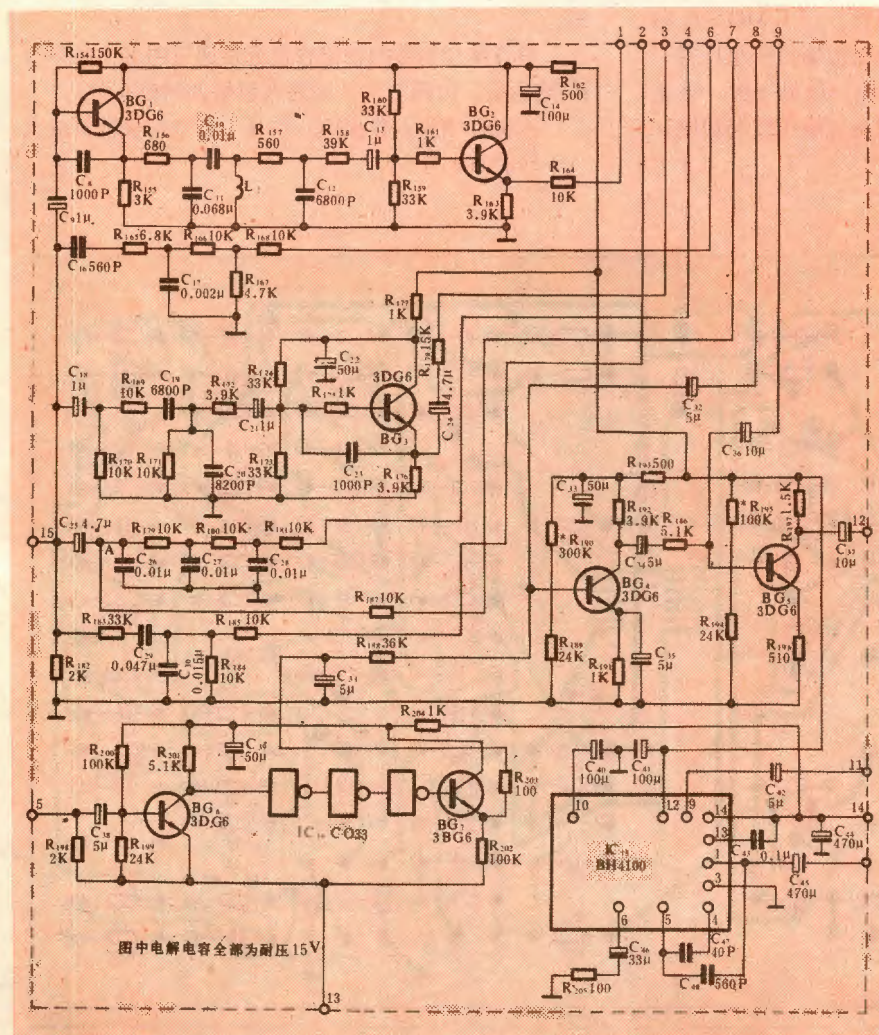
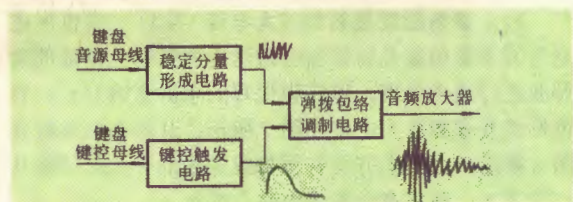
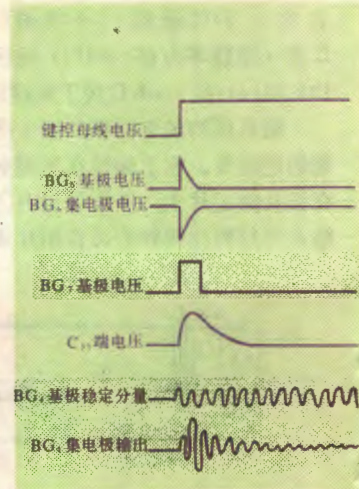
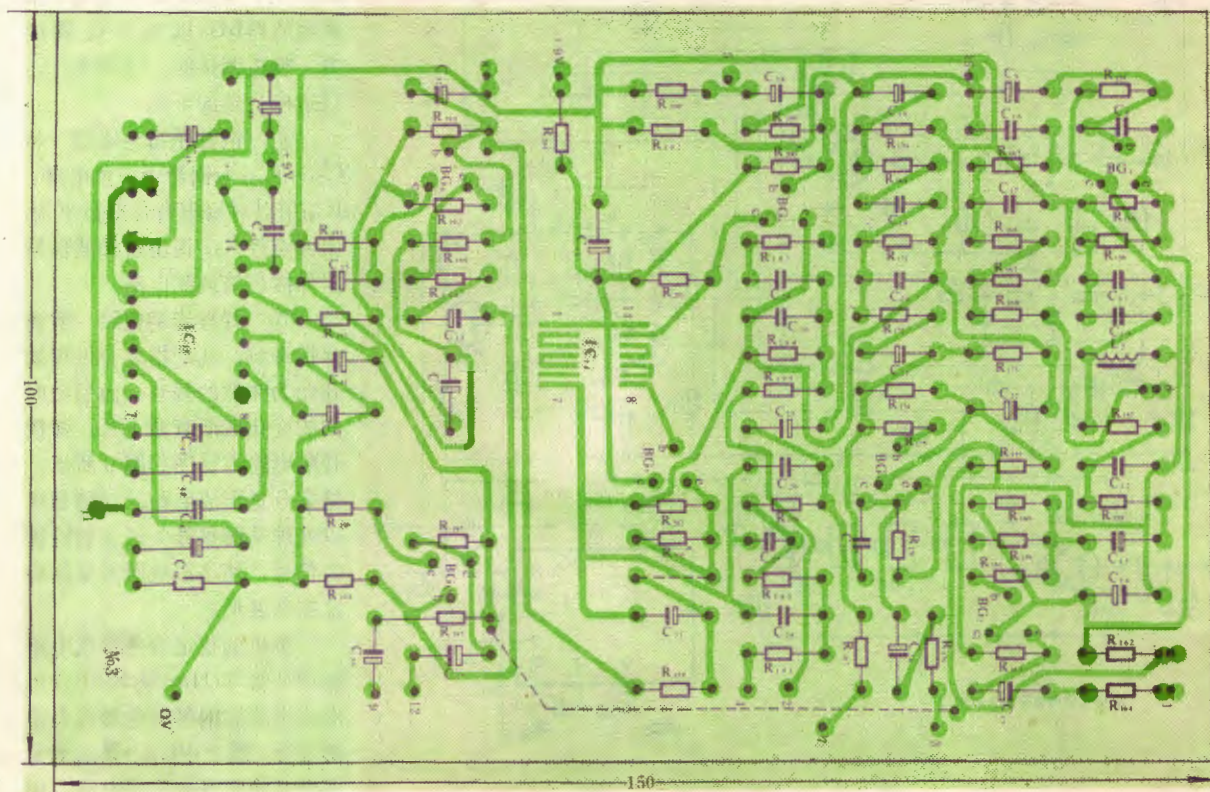

图7 音色形成及音频放大电路(N \circ 3)
图9 弹拨音响形成电路方框图
图10 弹拨音响形成电路各点波形
图8 N-3印制电路板(M1:1)
3. 音色形成及音频放大电路(N \circ 3) 音色形成电路的主要功能是将键盘电路送出的无音色特征的阶梯波进行适当处理,以获得悦耳的乐器音响波形。音色形成及音频放大电路如图7所示,其印制电路板如图8所示。由键盘开关音源母线送来的合成阶梯波从15端送入。现将音色形成电路介绍如下:
① 黑管音色电路 由两级射随器BG₁及BG₂构成黑管音色电路。BG₁使音源母线负载与滤波器输入阻抗相匹配, BG₂用以提高滤波器的带负载能力。L₂可用200mw袖珍式收音机的输出变压器原边绕组。R₁₆₄是强度平衡用的衰减电阻,在整机总调时按实际情况适当调整。
② 中音提琴音色电路 从R₁₈₃→R₁₈₅之间的滤波网络构成中音提琴音色电路。整机调试时,可调R₁₈₅以适应音量的平衡。
③ 弦乐音色电路 从C₁₈→R₁₇₈为弦乐音色电路。采用射随器BG₃以提高负载能力。整机调试时,可调R₁₇₈,以适应音量的平衡。
④ 铜管乐音色电路 从C₂₅→R₁₈₁为铜管乐音色电路。R₁₈₁用以对输出音强进行平衡。由A点经R₁₈₇送出阶梯波信号至弹拨包络调制电路。
⑤ 弹拨音响电路 所谓弹拨音响,就是指发音过程的开始为突然的强音,而后随着时间的变化渐渐衰减下来。弹拨音响电路方框图如图9所示。稳定分量形成电路的功能是用以处理从键盘开关送来的阶梯波信号,使之形成所需要的稳定振荡波形。
本机的稳定音色形成电路包括羽管琴(Harpsichord)音色形成电路和钢琴音色形成电路两部分。图7中C₁₆→R₁₆₈间为羽管琴稳定音色形成电路,由C₁₆和R₁₆₅构成的微分电路,从
图7中 $R_{198} \rightarrow R_{188}$ 的一段电路为弹拨包络发生电路。从5端输入的正阶跃波经 C_{36} 微分,在 BG_6 上产生一个尖脉冲的基极电流,经 BG_6 反向放大后,由集电极送出一负极性的尖脉冲,再经三级CMOS反向器放大和整形,最后由 BG_7 的发射极输出一个具有一定宽度的正脉冲。每当 C_{31} 两端充、放电一次,便送出弹拨包络信号一次。上述过程各点电压波形如图10所示。
弹拨包络调制电路完成了输出音频信号被键控触发电路的包络图形信号调制的作用。在图7中具体由 BG_4 来实现, BG_4 工作点的调整应与键控触发电路包络图形的调整同时进行。按下音键,将音量电位器开至最大,通过调整 R_{190} 改变延音剩余音强幅度;通过调 R_{189} (或 C_{31})改变延音持续时间的长短。
羽管琴和钢琴的稳定音色分量通过图2中的 K_2 、 K_3 选通后,由图7的8端送入包络调制放大器。